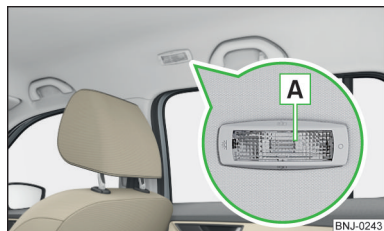

Fig. 60
**Operarea (prin deplasarea dispersorului **A**) » fig. 60**